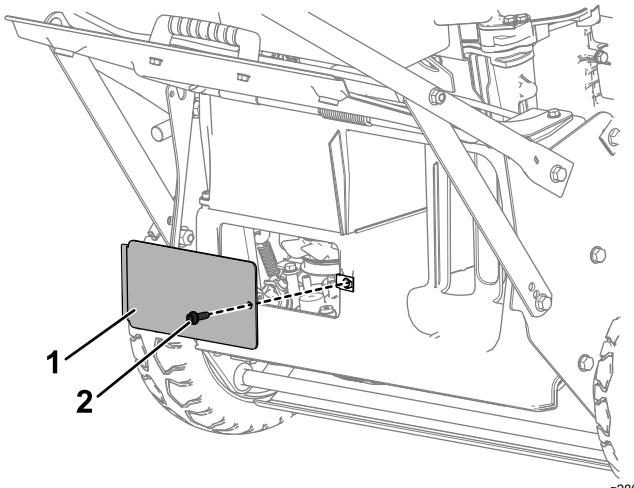

Figura 47
8. Rimuovete il finestrino retrovisore, situato sotto il deflettore di scarico posteriore, rimuovendo il bullone che lo fissa in posizione (Figura 47).